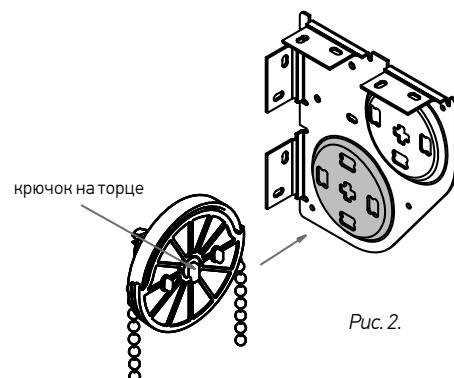

Рис. 2.
3. Прежде всего, установить то изделие, которое будет находиться сзади, ближе к окну. Вставить его в **нижнее** отверстие двойного кронштейна со стороны управления таким образом, чтобы крючок на торце был направлен вертикально вниз (Рис. 2). Вставить изделие в нижнее отверстие второго двойного кронштейна с другой стороны.